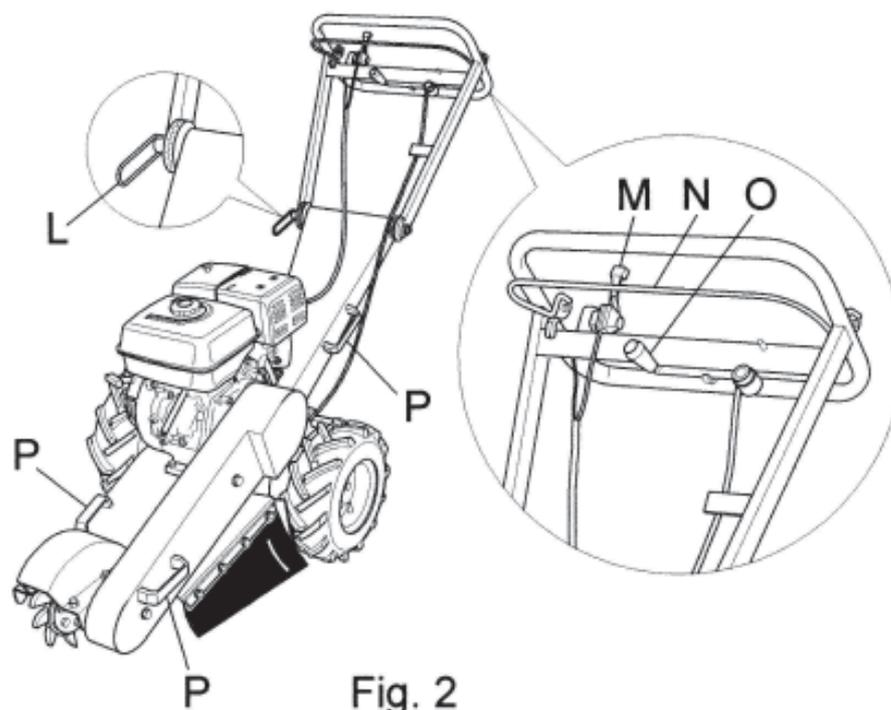

Fig. 2
Svitare la leva (fig.2, rif. L) sino a fine corsa, sollevare o abbassare il manubrio sino a raggiungere la posizione desiderata. Serrare saldamente la leva precedentemente svitata.
C) LEVA ACCELERATORE (fig. 2, rif. M)
Tirando la leva di sicurezza (fig. 2, pos. N) è possibile l'avviamento della macchina. Rilasciando tale leva, il motore si arresta automaticamente e la frizione lama di taglio risulta disinnestata.
La macchina è dotata di 4 maniglie (Fig. 2, rif. P) per rendere più agevoli le operazioni di sollevamento e movimentazione.
- In caso di difficoltà o nella necessità di arresto immediato è sufficiente rilasciare la leva di sicurezza (Fig. 2, rif. N)
- Quando la macchina è parcheggiata, occorre innestare il freno (Fig. 2, Pos. O) per prevenire qualsiasi movimento incontrollato della macchina.